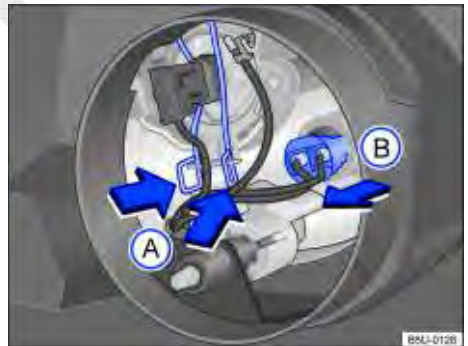

Fig. 187 Acesso à lâmpada incandescente do farol alto / longo alcance e luz de posição.
5. Comprimir ambos os lados da mola de travamento separadamente ⇒ Fig. 187 setas  contra a lâmpada, deslocar a mola para destravar a lâmpada.
4. Remover o soquete ⇒ Fig. 187  no sentido da seta.